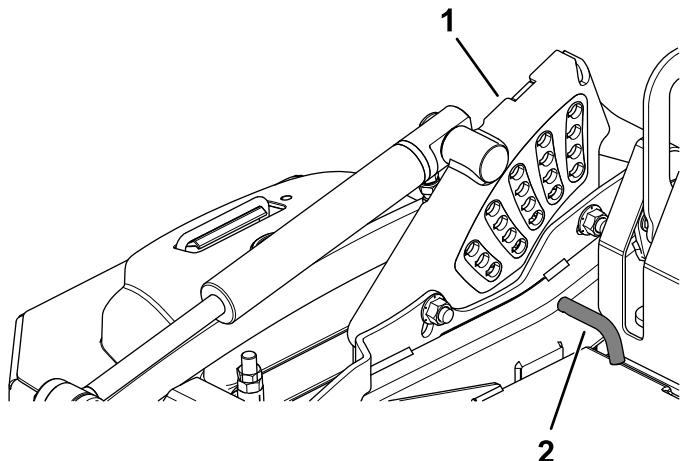

図 25
2. 刈高ピンのロールピンが刈高ブラケットの穴のスロットと揃うまでピンを回転させ、それを取り外す(図 25)。
3. 希望の刈り高さに対応する穴にピンを挿入する(図 25)。
4. 刈高はデッキリフトプレート側面のデカールを参考方(図 25)。